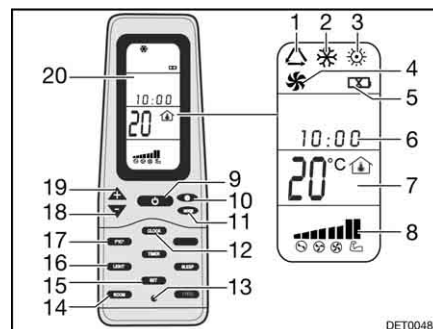

Fig. 123 Telecomando
- Premere il tasto ON/OFF (Fig. 123,9).
- Premere il tasto "Mode" (Fig. 123,11) spesso, finché la modalità desiderata (Fig. 123,1, 2, 3 o 4) viene visualizzata sul display (Fig. 123,20).
- Impostare la temperatura desiderata con i tasti "+" (Fig. 123,19) e "-" (Fig. 123,18).
- Con il tasto velocità dell'aria (Fig. 123,10) selezionare il livello desiderato per la ventola.